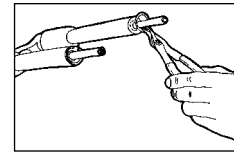

Abb. 8
2. Entfernen Sie die Sprengringe am Ende der oberen Gabelholme mit der Sprengring-Innenzange mit der kleinen Spitze (siehe Abb. 8).